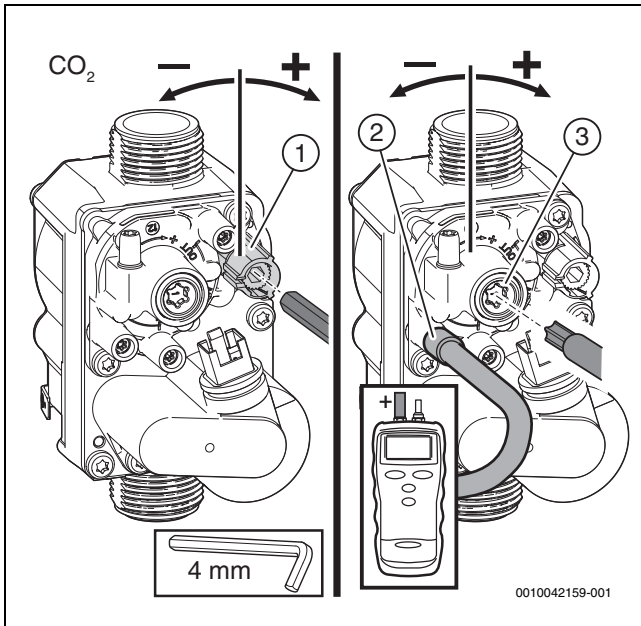

Bild 51 Einstellen der Gasarmatur
- ▶ CO_2 - oder O_2 -Gehalt für die maximale Nennwärmeleistung gemäß Tabelle 83 prüfen und ggf. nachstellen (→ Seite 42, Bild 51).